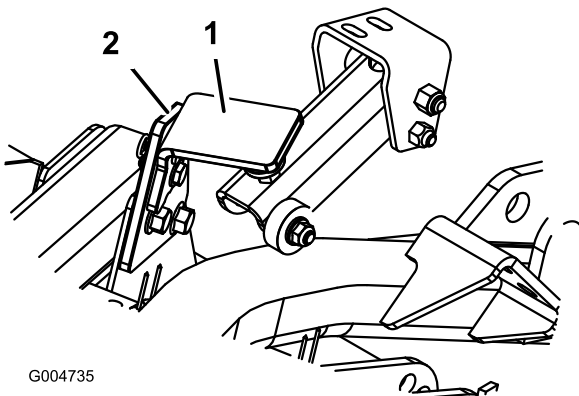

Figura 84
2. Retire el pasador de horquilla y el pasador que fijan el cierre de transporte de la carcasa a la placa del cierre (Figura 84). Gire el cierre hacia la parte trasera de la carcasa.